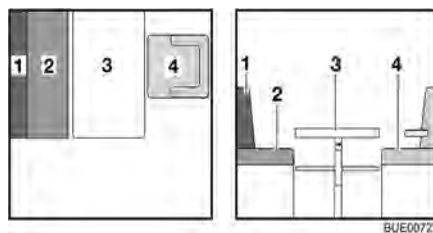

Bild 106 Före ombyggnaden
- Vrid förarstolen (Bild 106,4) och skjut fram den så långt det går.
- Bygg om bordet (Bild 106,3) till sängbotten (se avsnitt 6.10).
- Lägg ryggdynan (Bild 106,1) åt sidan.